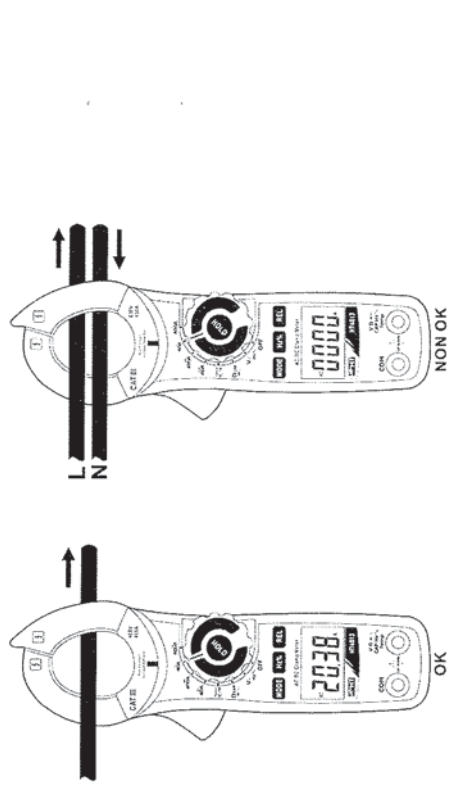

Fig. 9: Uso della pinza per misure di corrente AC e DC
4. Per misura di corrente DC la visualizzazione del simbolo "-" indica che lo strumento è inserito in modo contrario al verso della corrente (vedere Fig. 9)